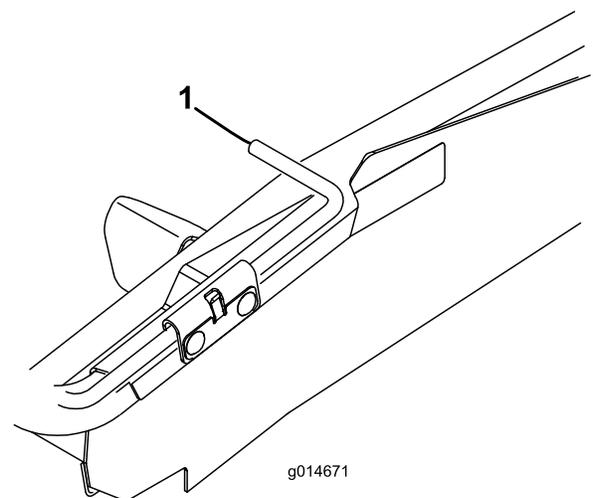
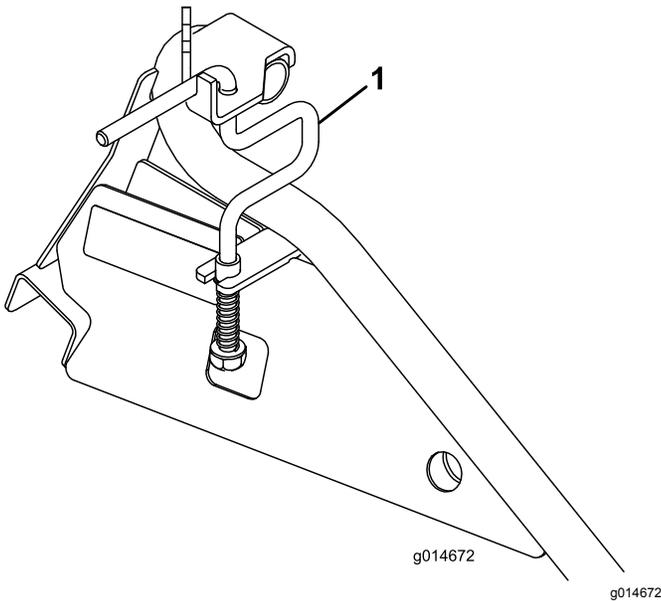

Figure 13
Figure 14
- Sur les rampes plates, faites pivoter les tiges vers le haut (Figure 13) et sur les rails, faites pivoter les tiges de roue parallèles (ouvertes) à la rampe (Figure 14).
- Sur les rampes plates, faites pivoter les tiges vers le bas, par dessus les roues de transport de la tondeuse (Figure 13).
- Sur les rails, levez la tige de roue et faites-la pivoter derrière les roues de transport de la tondeuse (Figure 14).